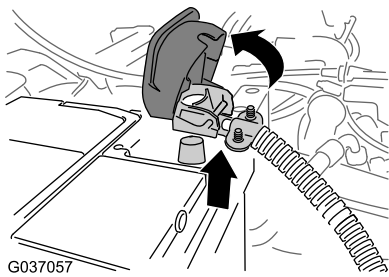

Figure 2
1. Soulevez le capuchon du câble de batterie négatif (Figure 2).
2. Débranchez le câble négatif de la batterie (Figure 2).